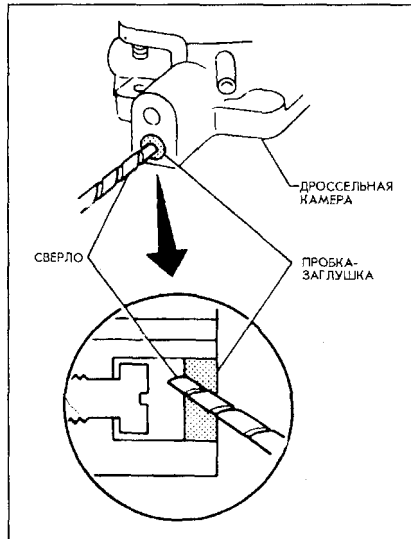

Рис. 3-85.
7. Для регулировки качества смеси, как правило, требуется снимать карбюратор, если винт регулировки качества смеси закрыт пробкой. Осторожно просверлите пробку винта и снимите ее (рис. 3-85). При высверливании не допускайте царапанья поверхности и попадания металлических частиц в карбюратор. Не повредите шляпку винта.